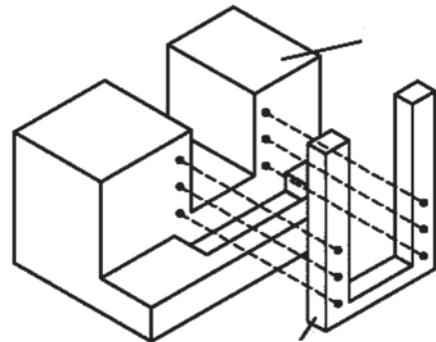

Рис.2
- Приложите корпус к стене и выровняйте его по каналу для того, чтобы сделать отверстия в стене (рис.2)